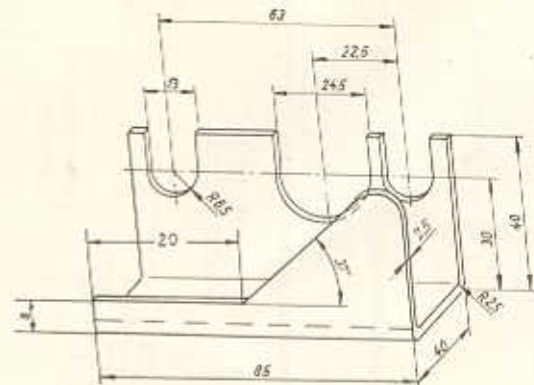
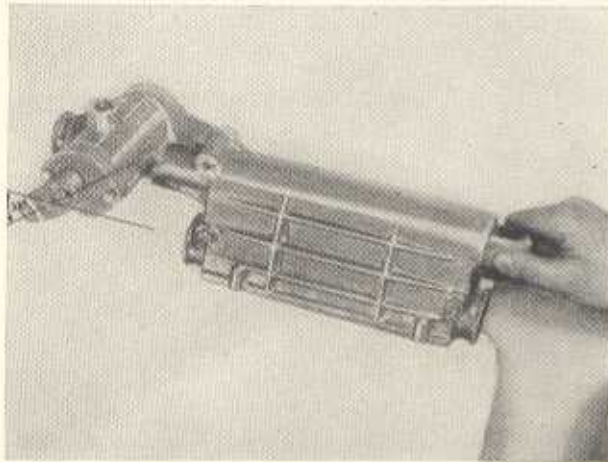

Bild F 24. Einstelllehre für Ritzelflansch (Maßskizze)
Bild F 25. Einsetzen der Zahnstange und richtige Stellung des Ritzellansches
- Die Zahnstange, auf der ganzen Länge leicht gefettet, durch die Lenkgehäusebohrung (40 mm Dmr.) in das Lenkgehäuse einführen, bis die Zahnstange am Ritzel anliegt. Ritzellanschl. mit Einstellehre (Bild F 24) in die richtige Lage bringen (abgeflachte Flanschseite nach links, beim Rechtslenkerfahrzeug spiegelbildlich), Zahnstange mit Ritzel in Eingriff bringen und bis zur Mittelstellung einschieben. In Mittelstellung muß die Zahnstange 62 mm aus dem Lenkgehäuse herausragen und dabei der Ritzellanschl. genau senkrecht stehen (Bild F 25) (bei Rechtslenkerfahrzeugen spiegelbildlich).